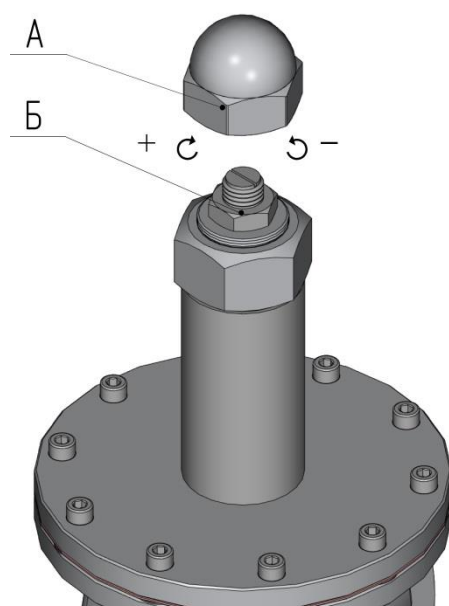

Рисунок 2.6
2.4.18 Произвести настройку регулятора давления рампы (рисунок 2.6) в следующей последовательности: